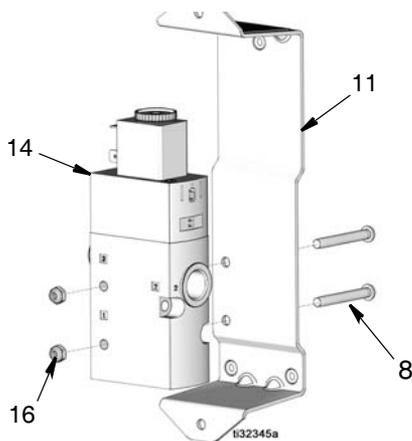

ABB. 27
6. Zwei Schrauben (8) und Muttern (16) zur Befestigung des Magnetventils (14) an der Halterung (11) entfernen und Magnetventil von der Halterung abnehmen (ABB. 27).